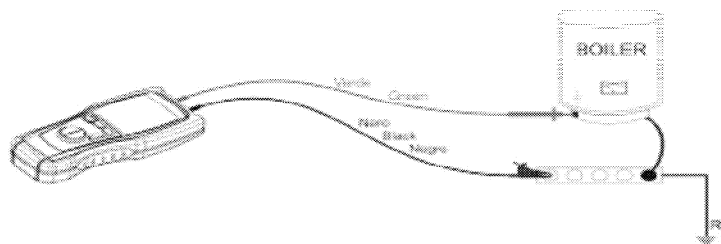

Fig. 8:
- Forbind instrumentets terminaler til enderne af lederne, hvor kontinuitetstesten skal foretages. (se Fig. 8)